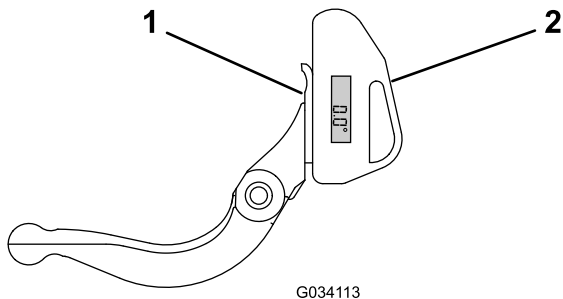

Figura 25
- 1. Coloque o indicador do ângulo no lado inferior da lâmina de corte, como se mostra na Figura 25.